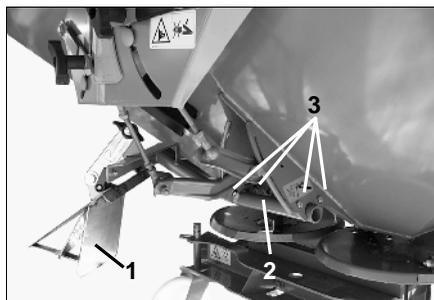

Fig. 57
**1 - Défecteur de bordure (Fig. 57/1)**
- En utilisant les quatre vis de fixation (Fig. 57/3), fixez le bras (Fig. 57/1) du déflecteur de bordure (Fig. 57/2) sur la platine de l'épandeur centrifuge..